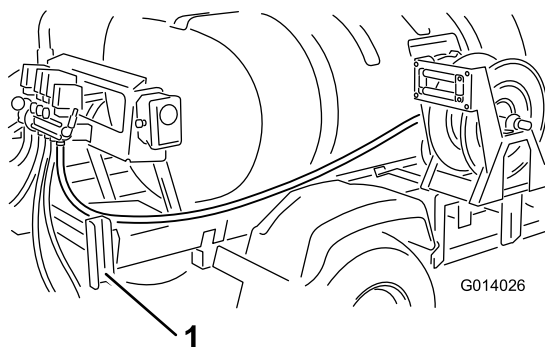

図 12
6. ホースを、タンクのスكىッド・フレーム（そり）に沿って、右側のリア・フェンダのブーム・サポート・チャンネル材の中を通してを車両後方へ引きこむ（図 12）。
7. ホースを取り付けフレームに回し掛け、上に向けて、先ほど取付けたホース・リール・バルブについているバーブまでもってくる（図 12）。